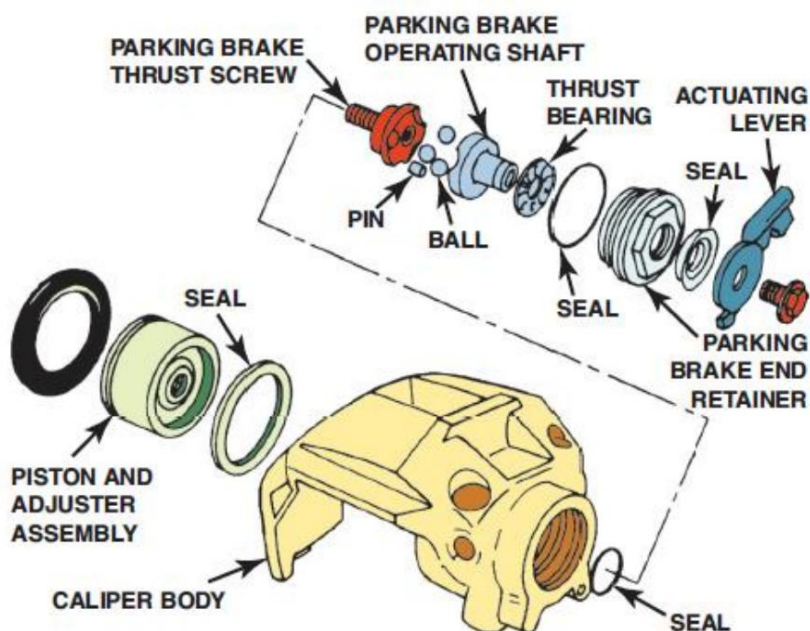

Figura 7. Una pinza de freno trasera a menudo incluye un mecanismo de freno de estacionamiento.
**PINZAS DE FRENO DE DISCO TRASERAS.** En los últimos años, los sistemas de frenos de disco en las cuatro ruedas se han vuelto más comunes. La adaptación del freno de disco para que también funcione como freno de estacionamiento se realiza mediante la instalación de una serie de cables, palancas y piezas internas que accionan mecánicamente la pinza de freno. Figura 7.